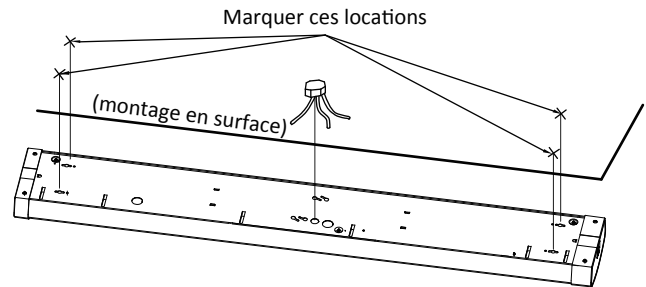

Figure 8
2. Avec une main, aligner le trou de l'entrée défonçable avec la location du montage et faites une marque aux locations des quatre fentes en trous de serrure à chaque extrémité du boîtier (Figure 8).